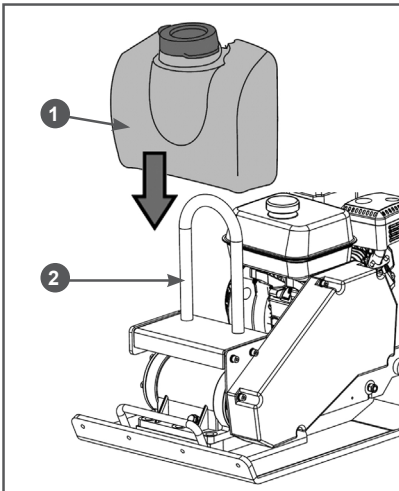

Рис. 19 Установка бака
1. Установите бак 1 для воды на защитную раму 2 (Рис. 19).